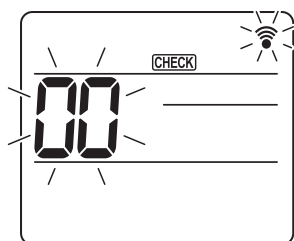
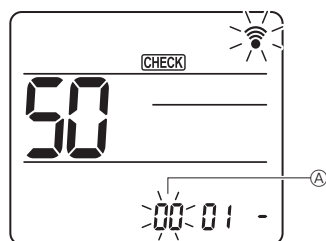
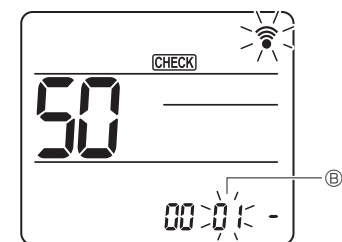
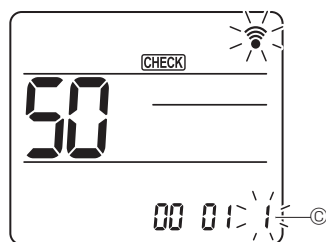

Fig. 7-16
Fig. 7-17
Fig. 7-18
Fig. 7-19
#### 7.4.2. Med trådlös fjärrkontroll (Fig. 7-16, Fig. 7-17, Fig. 7-18, Fig. 7-19)
① Går in på funktionsvalsläge
- [CHECK] lyser och "00" blinkar. (Fig. 7-16)
② Ställa in enhetsnummer
- Tryck på knappen [↓] för att ställa in enhetsnummer ④. (Fig. 7-17)
③ Välj ett läge
- Tryck på knappen [↓] för att ställa in lägesnummer ⑤. (Fig. 7-18)
④ Välja inställningsnummer
- Använd knappen [↓] för att ändra inställningsnummer ⑥. (Fig. 7-19)